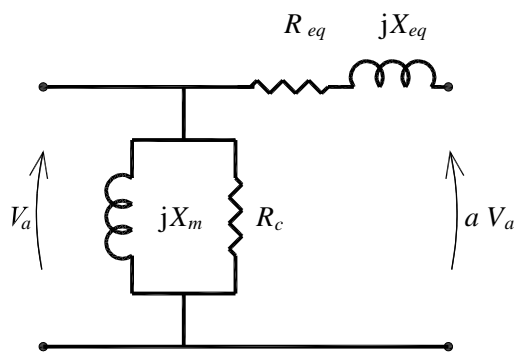

Figura 1
- descrever a metodologia para a execução do ensaio “a vazio”, indicando, a partir do modelo do transformador apresentado na Figura 1, as grandezas obtidas a partir deste ensaio;
- descrever a metodologia para a execução do ensaio “de curto-circuito”, indicando, a partir do modelo do transformador apresentado na Figura 1, as grandezas obtidas a partir deste ensaio;
- determinar os valores de  $R_c$ ,  $X_m$ ,  $R_{eq}$  e  $X_{eq}$  (referidas para o lado de alta tensão), as perdas no núcleo do transformador e as perdas em seus enrolamentos, tendo por base os dados levantados por meio dos ensaios apresentados na Tabela 1 e o modelo de transformador apresentado na Figura 1;